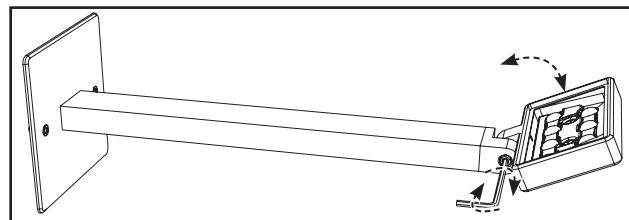

Figura 4.
6. Luminaria hasta la posición deseada usando una llave allen de 9/64". Ajuste el perno del codo con una llave allen de 9/64". (Figura 4.)